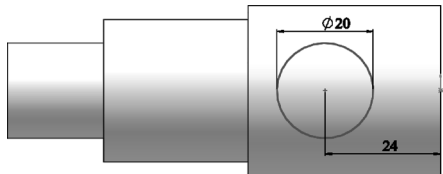

图 13-70 绘制草图
**05** 绘制草图。在左侧的“FeatureManager 设计树”中用鼠标选择“右视基准面”作为绘制图形的基准面。单击“草图”控制面板中的“圆”按钮, 绘制草图, 如图 13-70 所示。